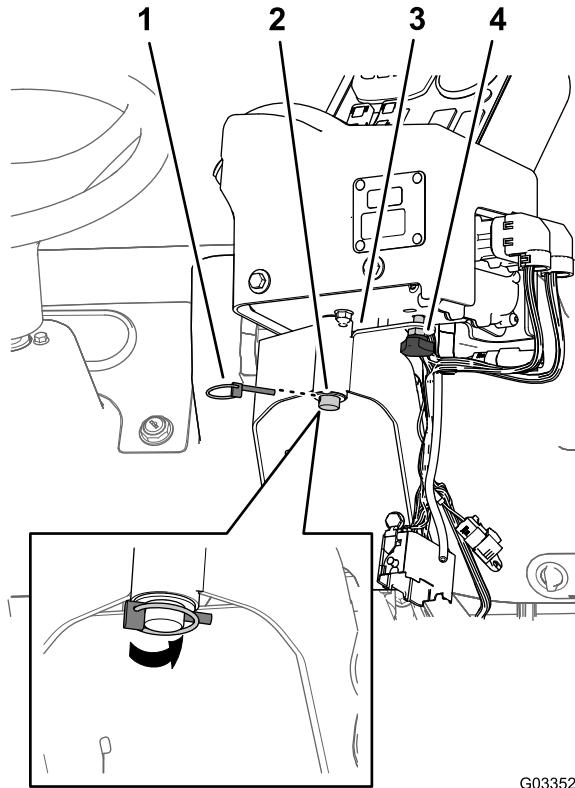

Bild 19
- Befestigen Sie die Steuerkonsole an der Befestigungshalterung der Steuerung und befestigen sie mit dem Federclipstift (Bild 19).
| 3. Montieren Sie das Handrad und ziehen es an, damit sich die Konsole nicht während des Betriebs dreht (Bild 19). | |